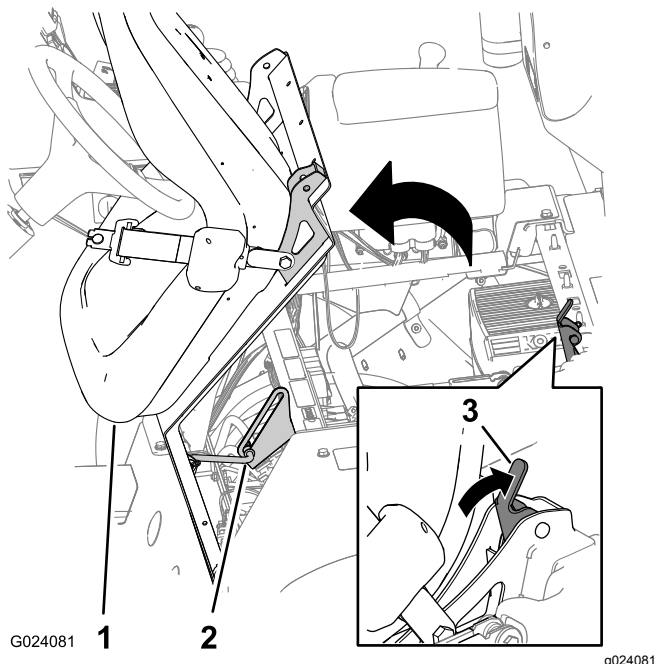

図 1
2. 座席ラッチのハンドルを後ろに押して座席のラッチを解除する 図 1。
3. 座席と座席プレートの前に倒す 支持棒の端部がブラケットのスロットの一番下までくるように、座席を完全に前に倒す 図 1。